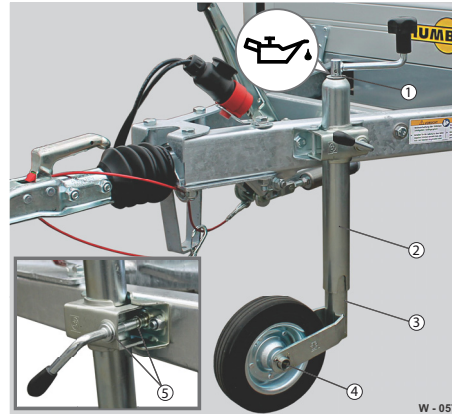

Abb. 46 Stützräder Manuell: Schmierstellen
Schmierarbeiten am Stützrad müssen bei angekuppeltem / abgestütztem Anhänger durchgeführt werden. Der Zylinderkörper (Abb. 46/2) darf außen nicht geschmiert werden!
- ▶ Lagerstelle und das Rad (Abb. 46/4) auf Deformation prüfen.
- ▶ Maschinenöl in den Ölpalt (Abb. 46/1) tropfen.
- ▶ Knebelgriffschraube (Abb. 46/5) aufschrauben und Klemmschelle öffnen.